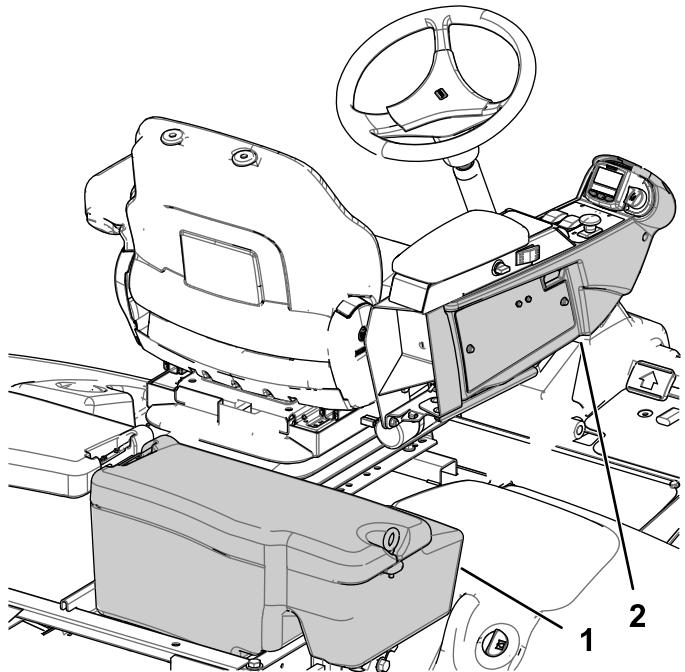

Bild 1
8. Nehmen Sie die rechte Bedienfeldabdeckung ab, wie in Bild 1 abgebildet.